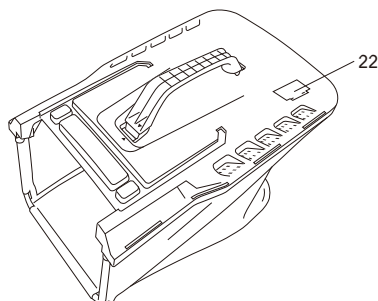

FIG. 13
2. Lorsque l'indicateur de sac plein (22) est fermé, le sac à gazon est plein et doit être vidé (Fig. 13).